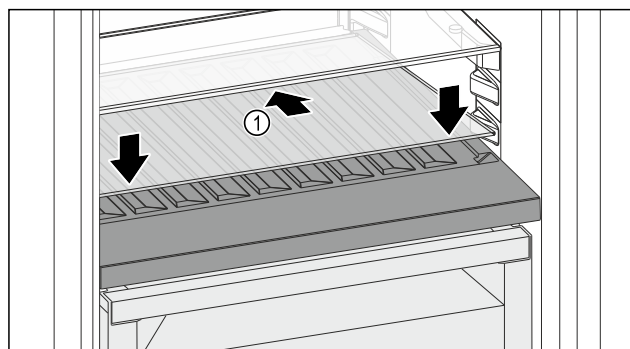

Fig. 118
- ▶ Indsæt glaspladen Fig. 118 (1) skråt nedad og bagtil.
- ▶ Sænk glaspladen Fig. 118 (1) foran.